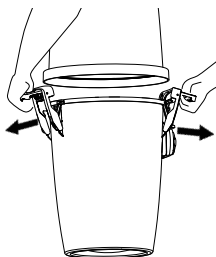

Fig. 22
1. Sbloccare i due manici che stringono il pacco polvere. Le maniglie si sbloccano facilmente sollevandole fino all'arresto. Quando si tirano le maniglie verso l'esterno, in direzione opposta all'aspirapolvere, il contenitore viene rilasciato. Fig. 22.